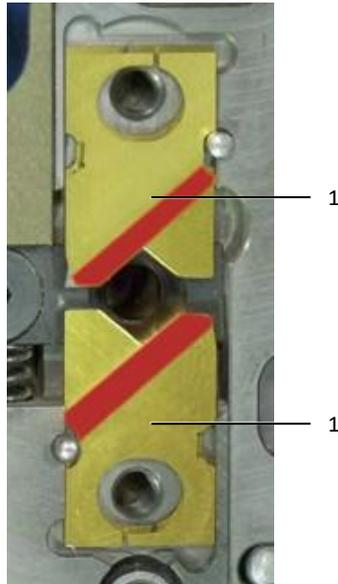

Abb. 18: Klängen einsetzen
- Legen Sie jedes Klängenpaar so zusammen, dass die abgeschrägten Kanten (in Abb. 18 rot markiert) nach außen zeigen.